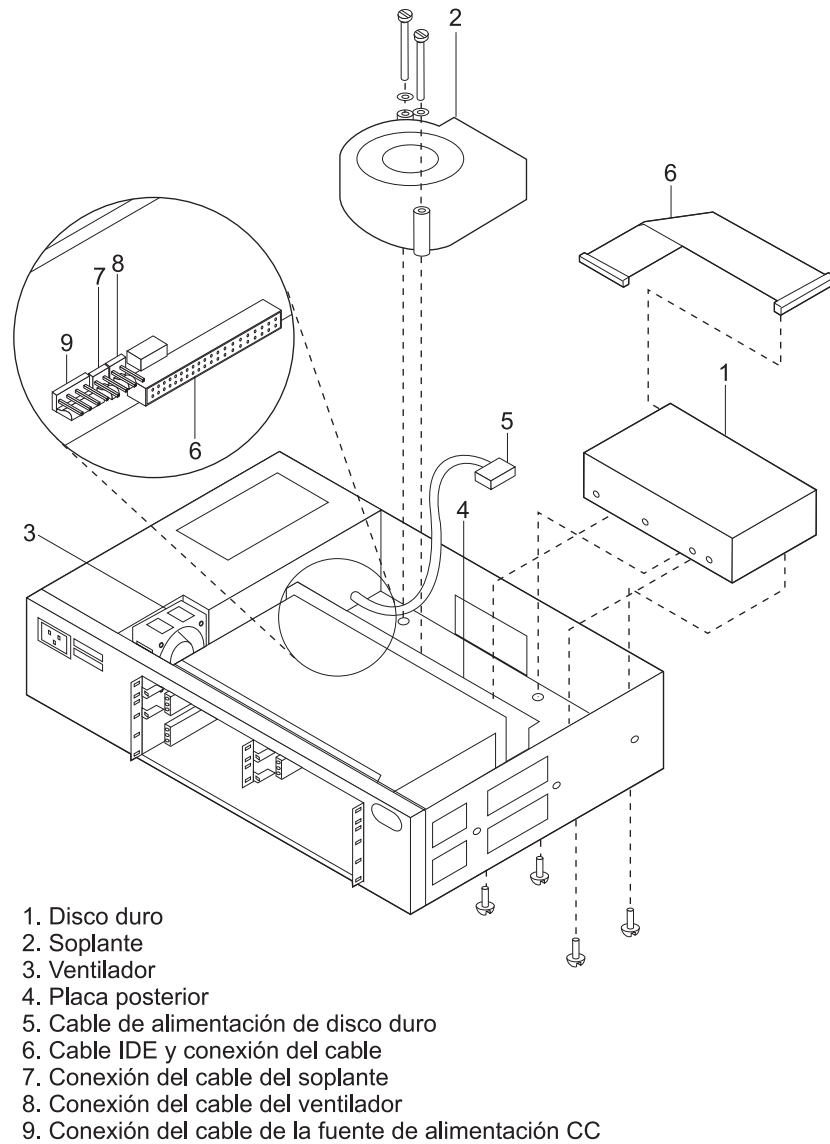

Figura 2-17. Chasis del Modelo 4xx con una unidad de disco duro
5. Conecte el cable IDE (plano) de la unidad de disco duro a la placa posterior. Dirija el cable de la unidad de disco duro de modo que descansa en posición plana debajo del soplante. (Consulte la Figura 2-17.)